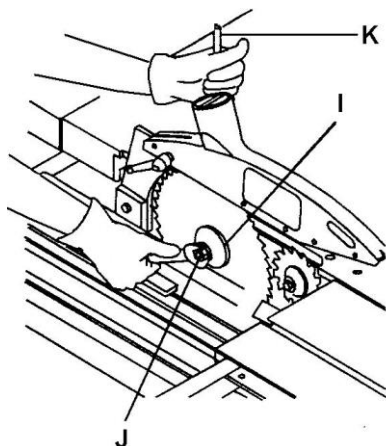

Рисунок 14
Ослабьте гайку оправки (J, Рис. 14), удерживая при этом оправку с помощью стопорного штифта (K), чтобы она не проворачивалась.